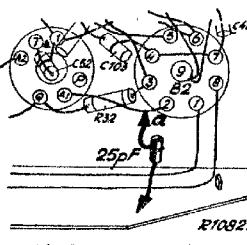

Fig.1
2. Detectorversterker GM 2404 of een ander ontvangerstoel via een condensator van 25 pF aansluiten op de anode van B2. (fig.1).